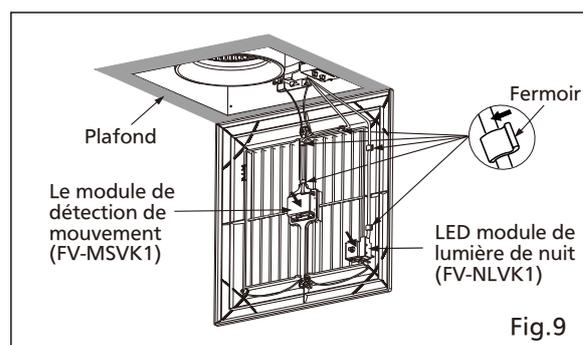

Fig.9
- ① Continuez à appuyer sur les fermoirs pour retirer le couvercle décoratif.
- ② Insérez le couvercle du capteur (de fixation pour FV-MSVK1) dans la fente.
11. Insérez le ressort de montage situé du côté des câbles dans la fente. (Voir Fig.9)
12. Branchez les périphériques spécifiés de votre choix (reporter à l'installation, à la page 8). Insérez le module de détection de mouvement (FV-MSVK1 seulement) ou LED module de lumière de nuit (FV-NLVK1 seulement) dans la fente de la grille. Fixer le câble de mise dans le fermoir. (Voir Fig.9)